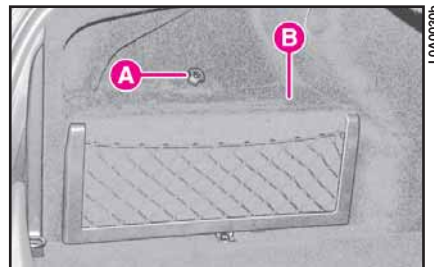

fig. 130
- 2) Afloje el pomo **A** (fig. 130) y quite la tapa **B** de la batería.